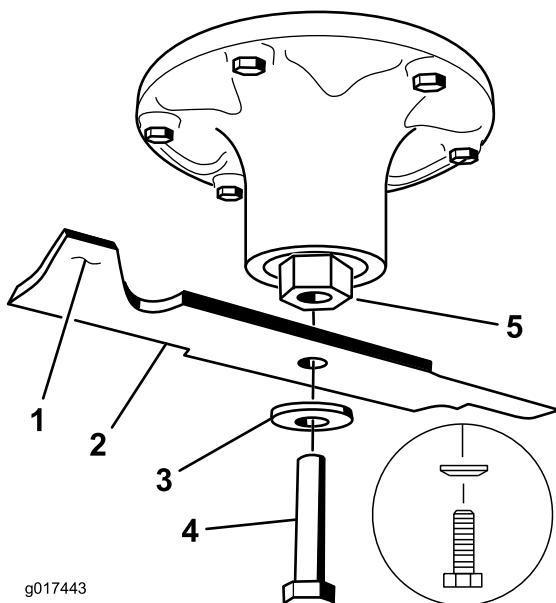

Figura 78
2. Retire del eje el perno de la cuchilla, la arandela curva y la cuchilla (Figura 78).